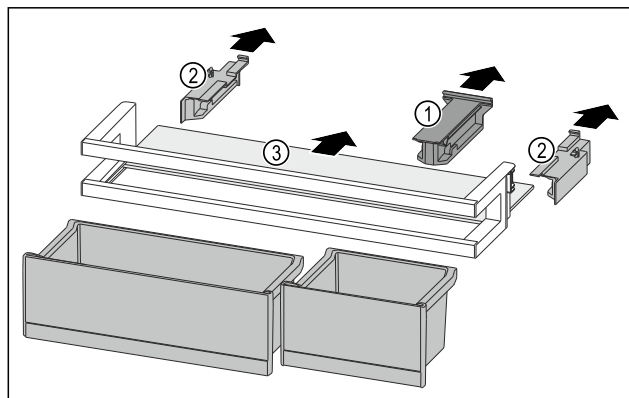

Fig. 239
- ▶ Снимите крепление Fig. 239 (1).
- ▶ Снимите боковые части Fig. 239 (2).
- ▶ Извлеките съемную полку Fig. 239 (3).